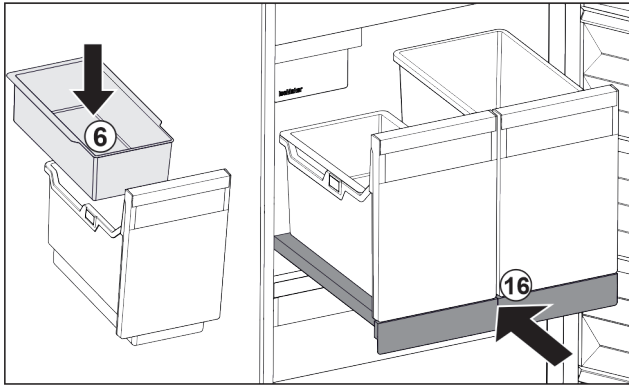

Fig. 125
- ▶ Einhängeschale Fig. 125 (6) für Eiswürfel einsetzen.
- Fig. 125 (16)